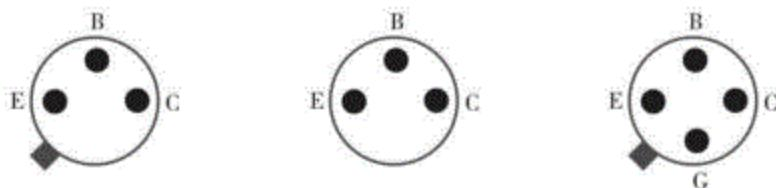

图9.93 引脚排列图
**金封小功率三极管：**引脚朝向自己，无论有无发射极标记，使其引脚排列如图9.93所示。4个引脚的，G为接地端。